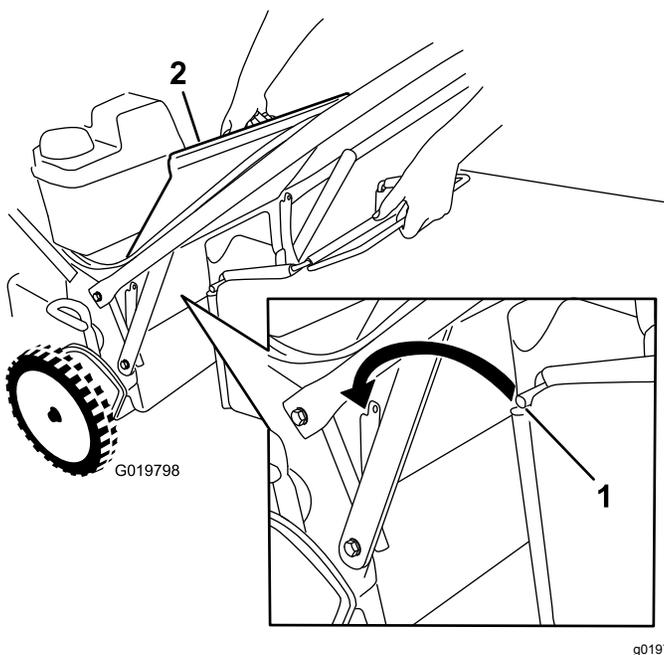

Figura 23
1. Faça subir e mantenha elevado o defletor traseiro (Figura 23).
3. Instale a barra do saco nas ranhuras na base do manípulo e abane o saco para a frente e para trás para assegurar que a barra está encaixada na parte inferior de ambas as ranhuras; consulte a Figura 23.